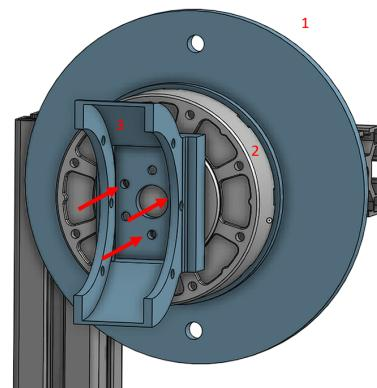

Figura 13. Paso 3.
Paso 3: Posteriormente, se debe tomar el acople perpendicular, el cual sujeta el motor 2. Este se conecta al motor 1 con 3 tornillos M4 como ilustra la figura 13.